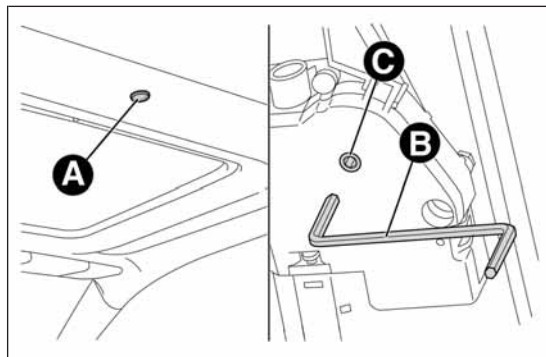

fig. 56
- ☐ quitar el tapón de protección A fig. 56 situado en el revestimiento interno, entre las dos cortinas para el sol;